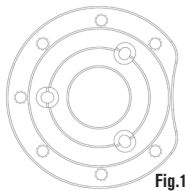

Fig.1
2. Plancha de cubierta, 6" a 9,25" Fig.1